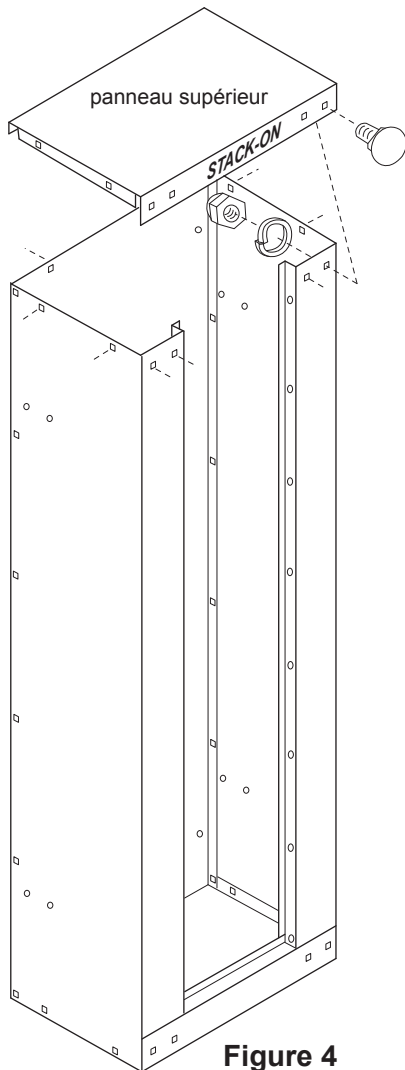

Figure 4
En plaçant les rebords avant et arrière à l'extérieur de l'armoire et les rebords latéraux à l'intérieur, assemblez à l'aide de (10) boulons de carrosserie, rondelles de blocage et écrous de blocage en nylon. (Voir la figure 4.)